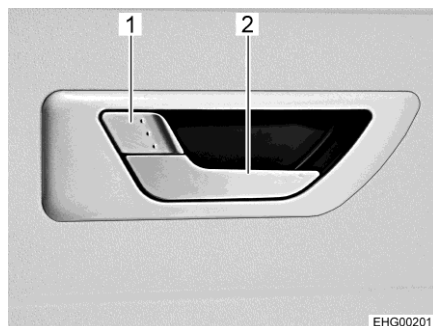

Fig. 52 Serratura della porta (porta del vano abitabile, lato interno)
- Apertura:* ■ Quando la serratura della porta è bloccata: Tirare la maniglia della porta lunga (Fig. 52,2). La porta è sbloccata e aperta.
- Bloccaggio:* ■ Con la porta chiusa, spingere la maniglia della porta corta (Fig. 52,1).